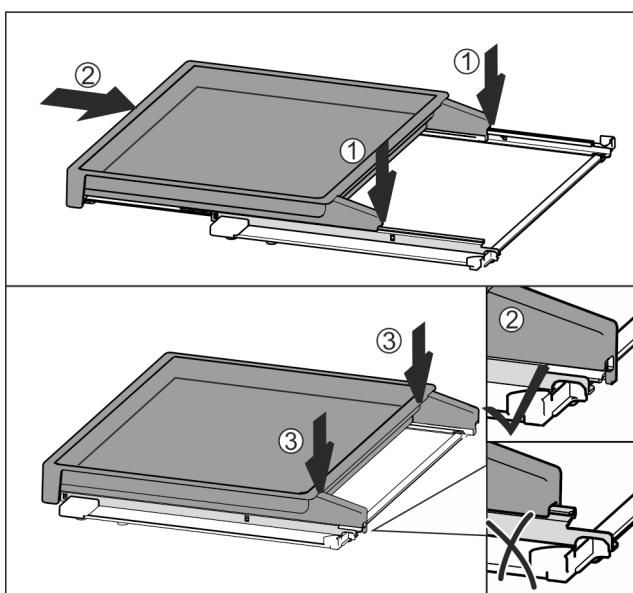

Fig. 112
- ▶ Insérer complètement la bordure télescopique *Fig. 112 (1)*.
- ▶ La désenclencher à l'arrière *Fig. 112 (2)*.
- ▶ Sortir la bordure télescopique par l'avant *Fig. 112 (3)*.